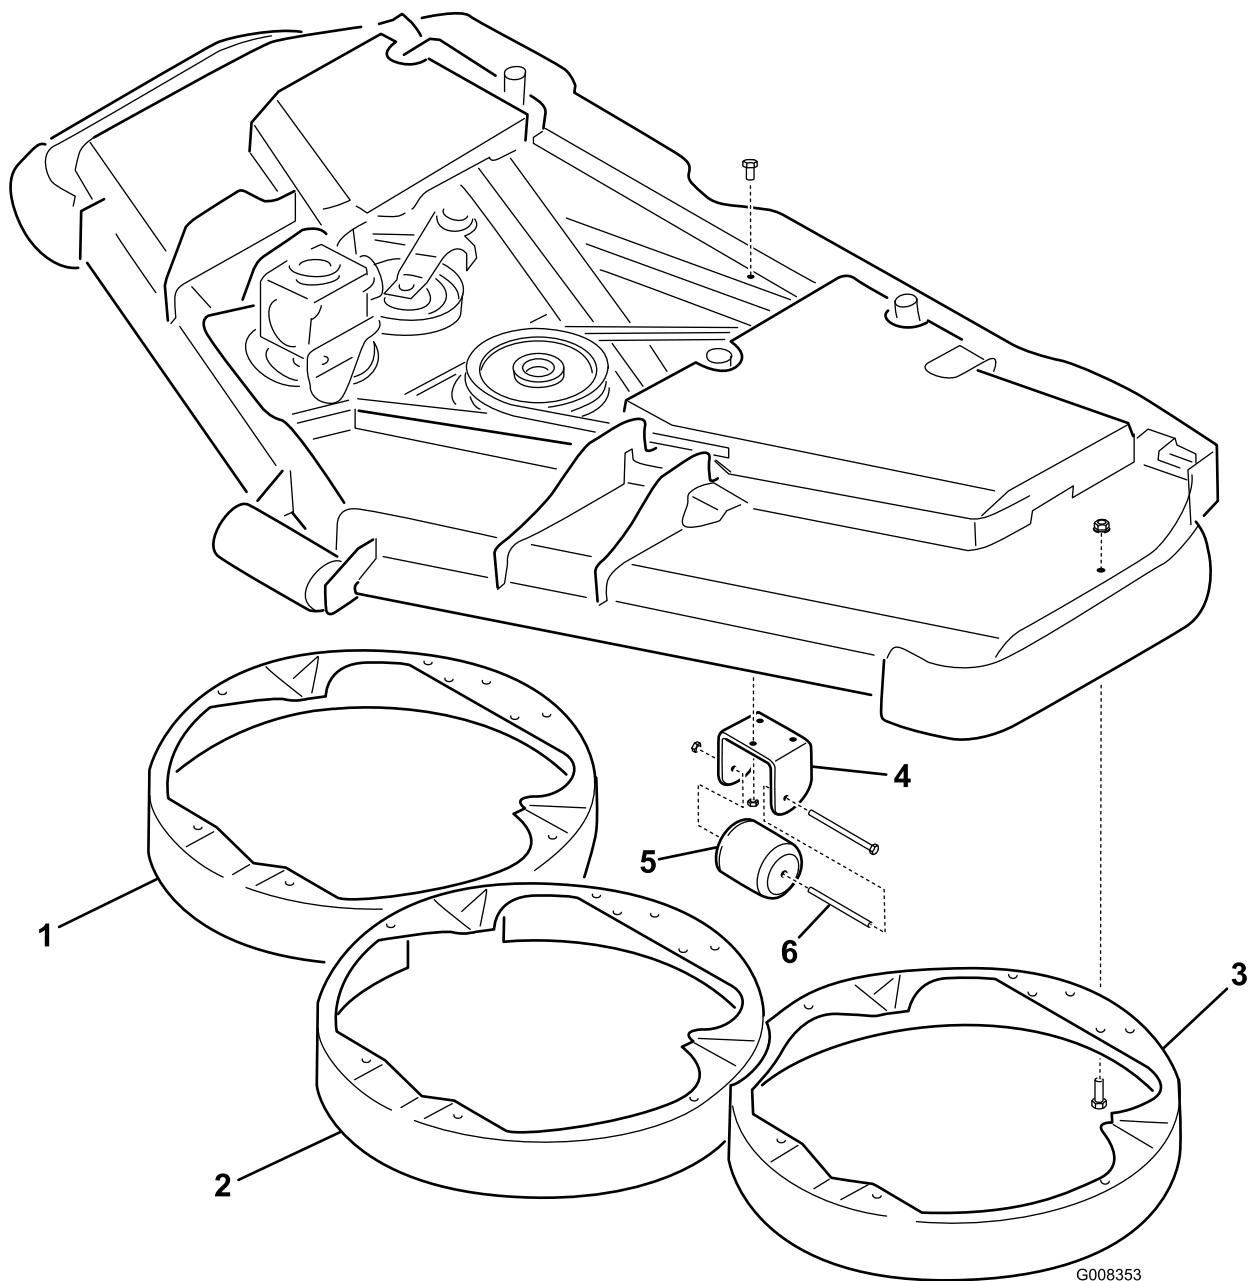

Figura 1
3. Coloque las cámaras de reciclado derecha, central e izquierda debajo de la carcasa, alineando los taladros de montaje según se muestra en Figura 1.
Nota: Coloque las tuercas en el exterior de la carcasa (Figura 1).
5. Monte el soporte del rodillo en la cara inferior de la carcasa con 3 pernos de cuello cuadrado (5/16" x 1") y 3 tuercas (5/16"), según se muestra en Figura 1.